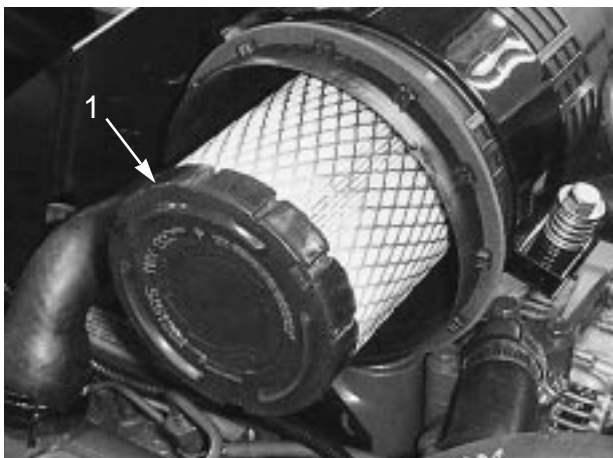

図 41
2. フィルタ (図 41) を静かに引き出す。フィルタをボディーに打ちつけるとごみが落ちるのでぶつけないように注意する。